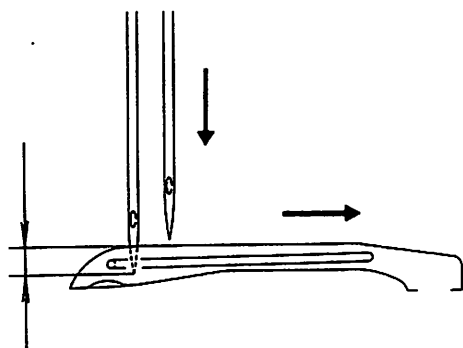

図48
ルーパーが最左位置から右へ移動中、ルーパー背面へ下降してきた左針先端が、図48、49に示す位置まで来たとき、下糸繰り①がたぐり込んでいたルーパー糸がタイミングよく下糸繰り (図示a点) から外れるようにして下さい。